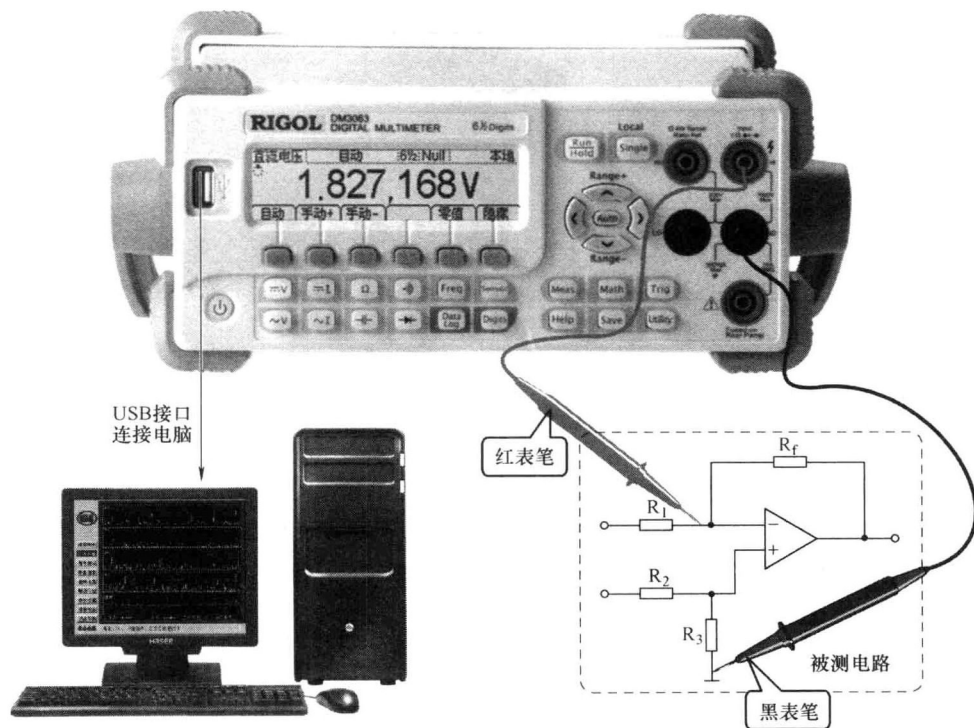

图 1-13 台式数字式万用表
③ 台式数字式万用表。图 1-13 所示为台式数字式万用表, 这类万用表是比较专业的万用表。这种万用表检测准确度比较高, 而且具有文字显示功能及菜单显示功能, 并可通过数字插口与电脑相连, 所测得的数据由电脑进行分析处理。